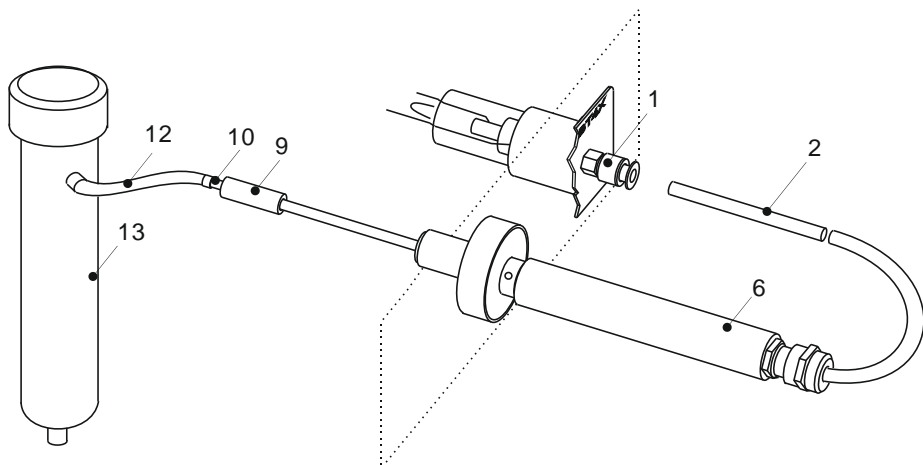

Рис. 6
1) Проверьте показания ЭХД с присоединенным фильтром-поглотителем (см. рис. 6); показания не должны превышать $0,1 \text{ мг/м}^3$; если показания отличаются от указанных, проведите корректировку (установку) нуля, вращая резистор установки нуля $\blacktriangleright 0 \blacktriangleleft$ ЭХД – детектор 1 (см. рис. 3а).